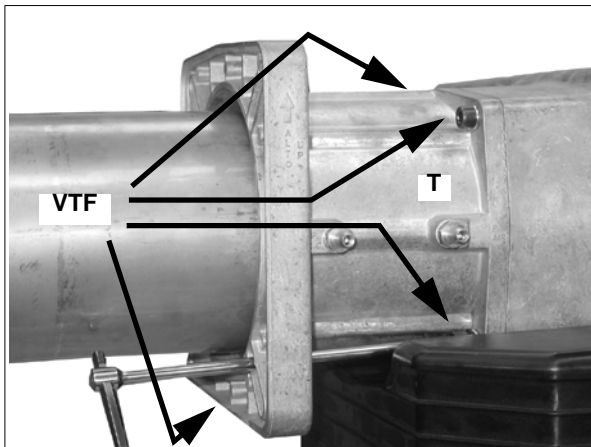

Рис. 6
- 2 Снять патрубок с фланцами **T**, отвинтив 4 винта **VTF** (Рис. 6).